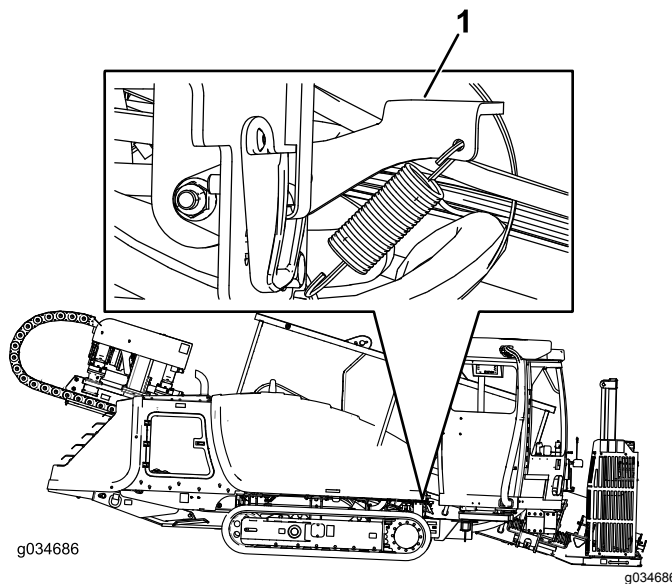
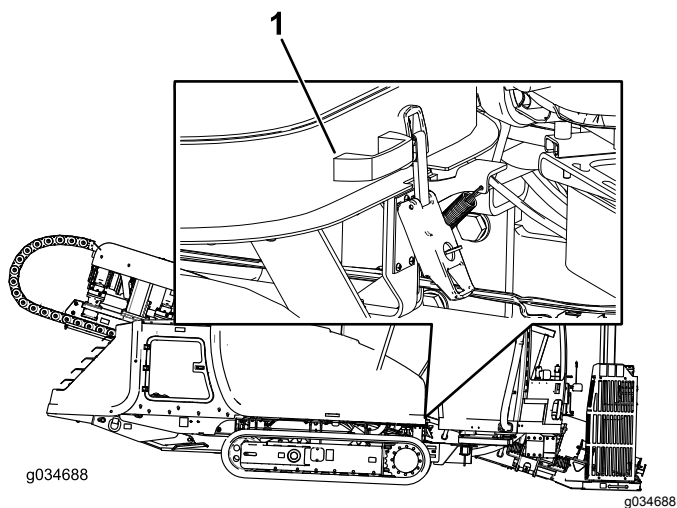

Рисунок 70
Рисунок 71
3. Потяните вверх за защелку капота, как показано на Рисунок 70.
4. Держите защелку капота (Рисунок 70) поднятой вверх и поднимите вверх ручку, как показано на Рисунок 71.